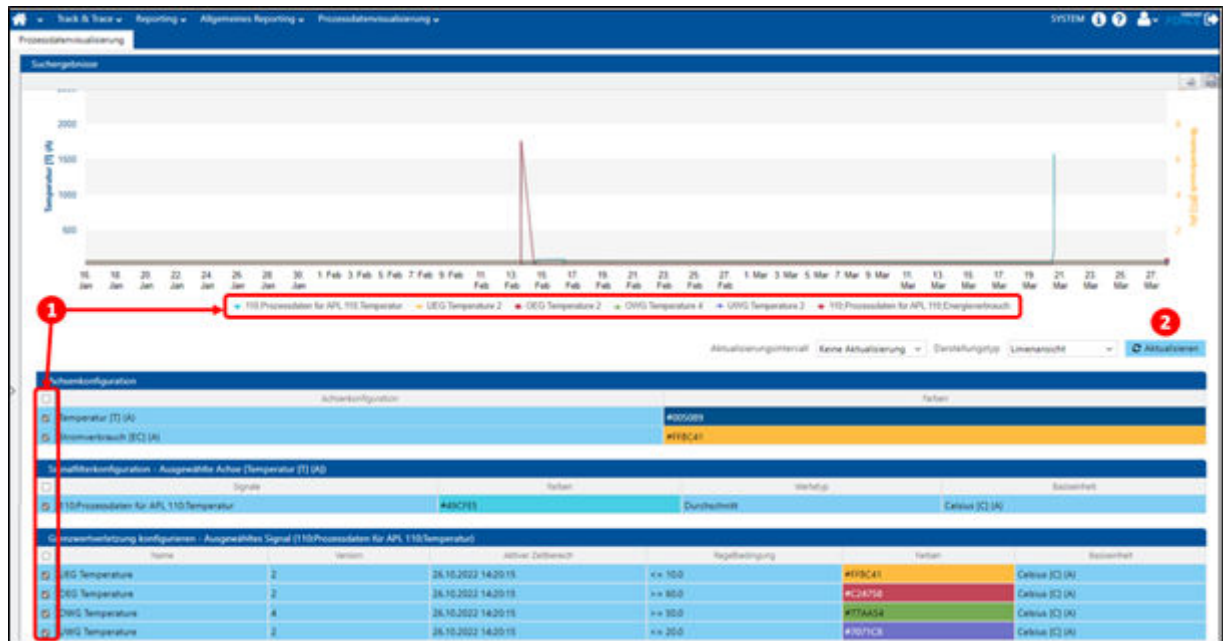

Bild 18: Prozessdatenvisualisierung: angezeigte Werte ein- / ausblenden
In der Prozessdatenvisualisierung können einzelne Werte durch Anklicken (Bild 18, (1)) ein- bzw. ausgeblendet werden.
**Aktualisieren** (Bild 18, (2)) klicken, um die grafische Darstellung anzupassen.